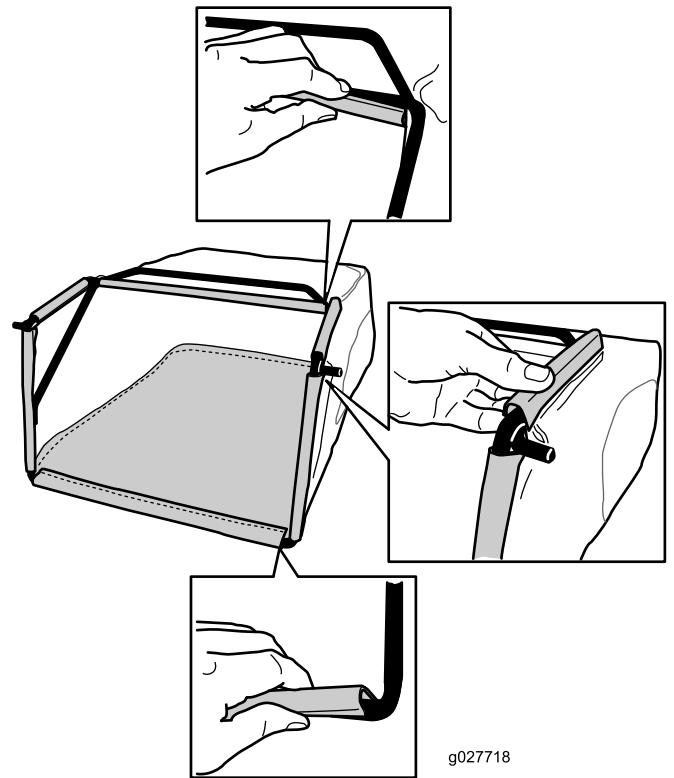

Figure 8
3. Accrochez la glissière supérieure et les glissières latérales du bac au sommet et sur les côtés de l'armature respectivement (Figure 8).
2. Accrochez la glissière inférieure du bac au bas de l'armature (Figure 8).